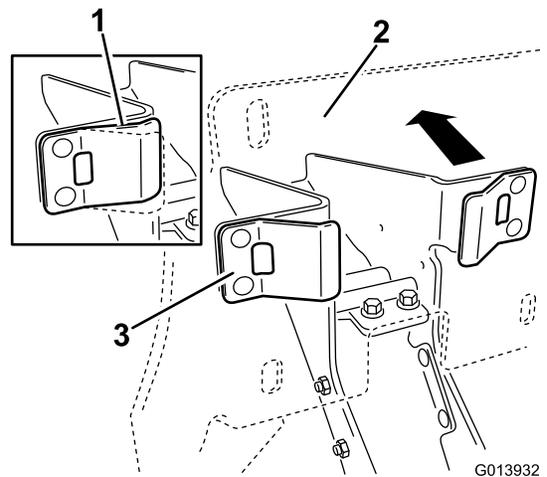

Bild 8
1. Nachdem Sie sich vergewissert haben, dass die Kunststoffanschläge die Federnasen berühren, üben Sie genügend Druck auf die Rückplatte der Wiege aus, um die Federnasen auf halbem Wege zusammenzudrücken (Bild 8).